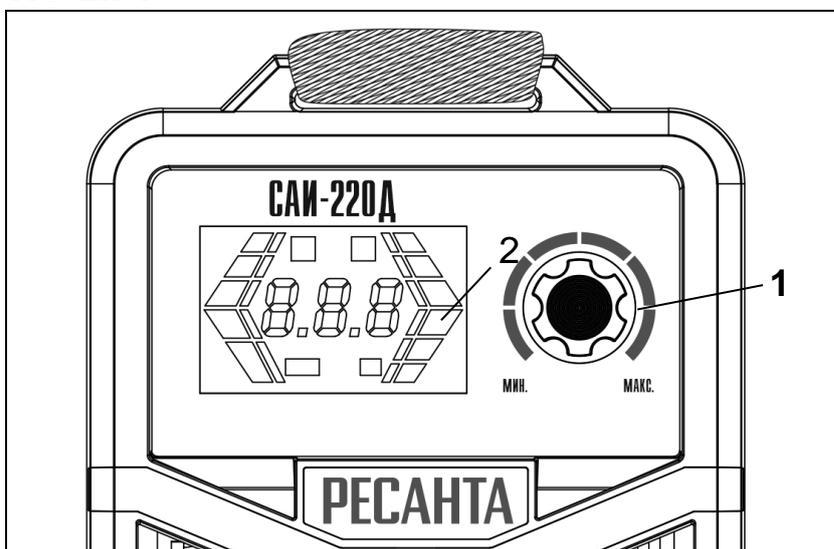

Рис.5 Управление режимами/функциями в режиме TIG LIFT
1. Для перехода в режим TIG Lift 2 (рис.5) убедитесь, что сварочная горелка для режима TIG подключена к сварочному аппарату и к баллону с необходимым газом (например, аргон).
2. Переключение аппарата в режим TIG LIFT осуществляется путем длительного нажатия на регулятор 1 (рис.5). В этом режиме вращение регулятора уменьшает или увеличивает сварочный ток.